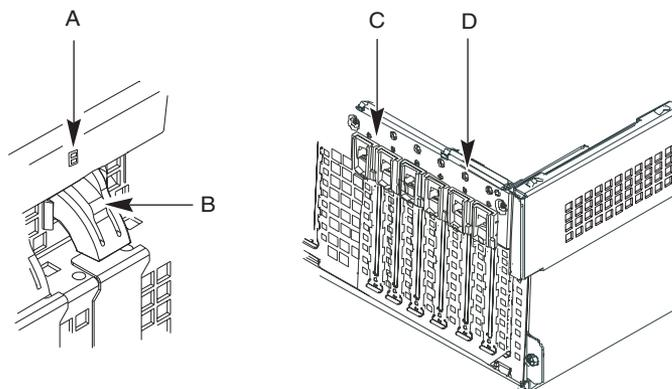

Figura 4-4 Mecanismo de retenção PCI hot-plug
Cada placa suplementar PCI hot-plug é mantida na posição através de um mecanismo de retenção PHP (consulte a Figura 4-4).
7. Pressione o mecanismo de retenção PHP no interior do chassi. Gire o mecanismo do lado de fora do chassi e na direção da parte inferior do chassi. Essa ação libera a face da placa. Consulte a Figura 4-4 na página 92.
11. Pressione o mecanismo de retenção PHP na direção do painel traseiro. Essa ação trava a placa suplementar na posição. Consulte a Figura 4-4 na página 92.